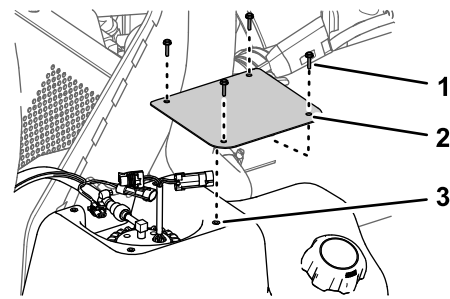

Bild 86
1. Befestigen Sie die Abdeckung mit den vier Schrauben (Nr. 10 x 3/4"), die Sie in Schritt 2 von Entfernen der Abdeckung der Kraftstoffpumpe (Seite 64) entfernt haben, am Tank (Bild 86).